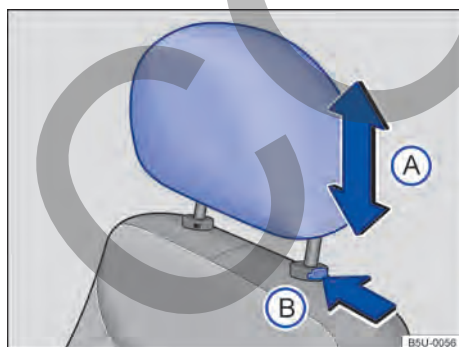

Fig. 56 Apoyacabezas delanteros: ajustar.
- Empujar el apoyacabezas hacia arriba o hacia abajo en el sentido de la flecha → fig. 56 (A) → ⚠ en *Introducción al tema* de la pág. 68.